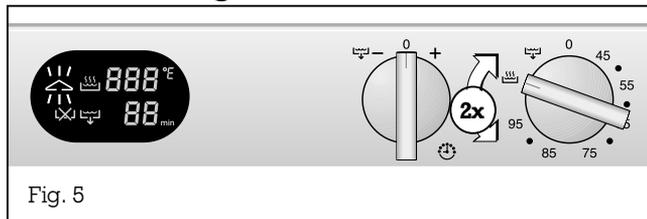

Fig. 5
- Girate **due volte** la manopola tra la posizione ☁ (Cottura al vapore) e la posizione 95 °C. Portate quindi la manopola sulla posizione ☁ (Cottura al vapore) (Fig. 5).